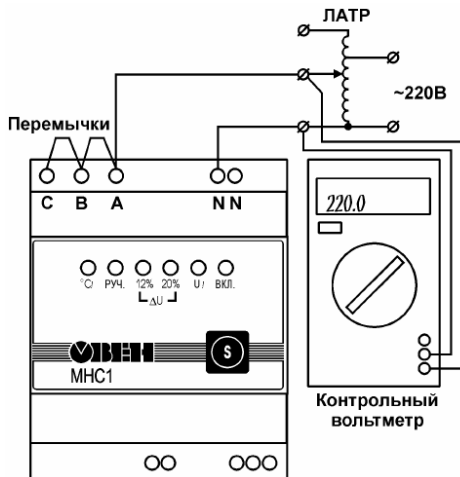

Рис. 14. Схема подключения прибора при проведении калибровки по напряжению
4.2.6 При необходимости проведения калибровки канала напряжения – установить тип контролируемой **сети** – «однофазная» (см. п. 4.2.1). Установите на коммутаторе ХР1 переключатели в положения «1», «2», «3» и соберите схему, приведенную на рис. 14.